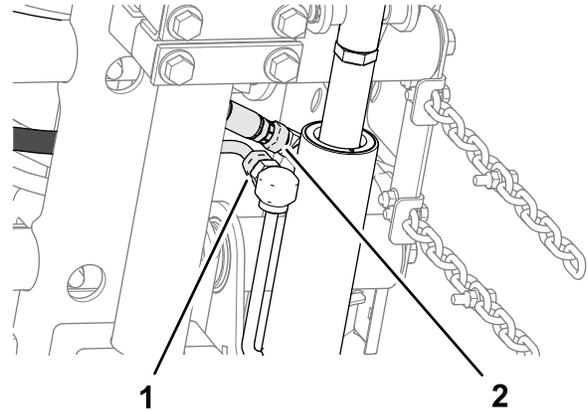

Figure 16
- Placez une rondelle entre la plaque du bâti porteur et la plaque de montage (Figure 16), et fixez légèrement les plaques et l'entretoise avec un boulon de carrosserie ($\frac{3}{8}$ x $1\frac{1}{4}$ po), une rondelle et un contre-écrou à embase ($\frac{3}{8}$ po).